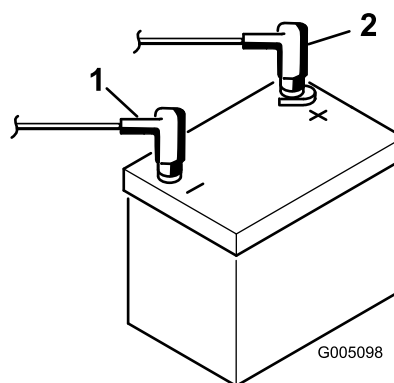

Figura 8
9. Collegate il cavo positivo (rosso) al morsetto positivo (+) e il cavo negativo (nero) al morsetto negativo (-) della batteria, e fissateli con i bulloni e i dadi (Figura 8). Fate scorrere la guaina di gomma sul morsetto positivo per evitare un cortocircuito.